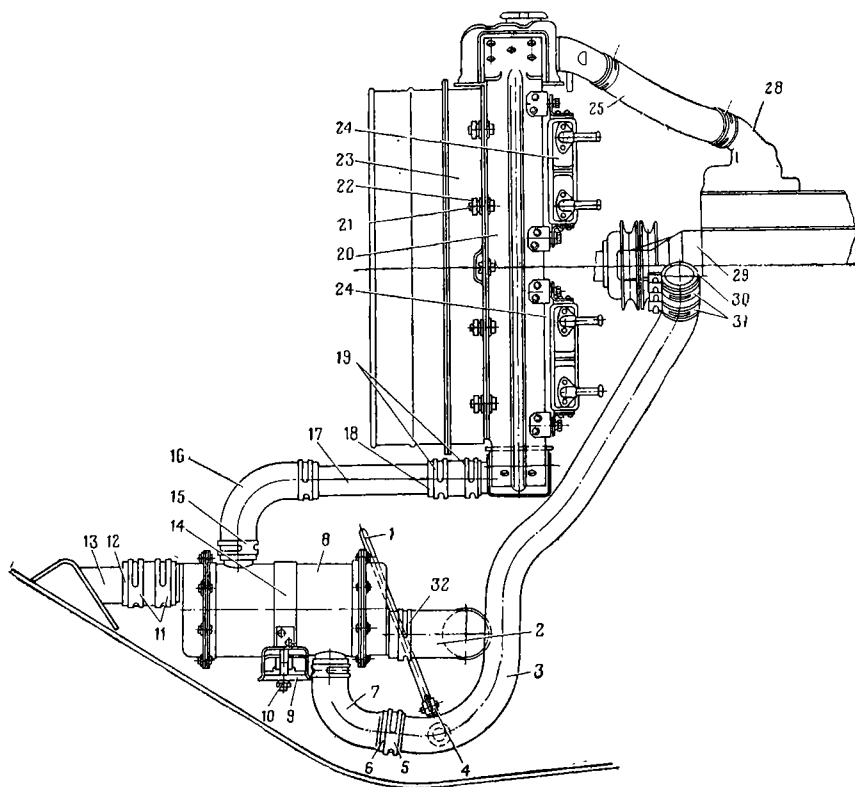

Рис. 35. Установка водяного радиатора и теплообменника:
4. Ослабить винты хомутов 19, 26 и 27 (рис. 35) и отсоединить шланги 18 и 25 от патрубков водяного радиатора.
2. Установить на водяной радиатор кожух вентилятора в сборе с вентилятором так, чтобы отверстие вилки 16 нашло на шлицы промежуточного вала 15. Надеть на болты 21 (рис. 35) плоские шайбы, вставить болты в отверстия, надеть на болты вторые плоские шайбы, пружинные шайбы и навернуть гайки 22.
3. Ослабить винты хомутов *5, 11, 15* и *32* (рис. 35) соединительных шлангов *2, 6, 12* и *16*, отсоединить шланги от патрубков теплообменника.
1. Установить теплообменник *8* (рис. 35) на поперечину *9* и закрепить хомутом *14* с наконечником и гайкой *10* с пружинной шайбой.